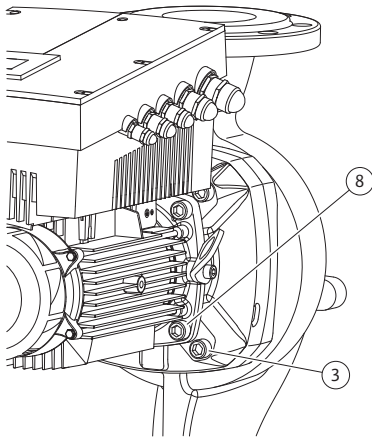

Fig. 49: Опциональное крепление съемного блока
11. Отвернуть и извлечь винты (Fig. 7, поз. 3). На некоторых типах насосов выворачиваются внешние винты (Fig. 49, поз. 3). Съемный блок (см. Fig. 13) после извлечения винтов остается в стабильном положении на корпусе насоса. Опасность опрокидывания, в том числе при горизонтальном расположении вала электродвигателя, не возникает.
16. В зависимости от типа насоса отвернуть винты (Fig. 7, поз. 10) или винты (Fig. 49, поз. 8).
22. Фонарь осторожно надеть на вал и установить в прежнем или другом требуемом угловом положении относительно фланца электродвигателя. Соблюдать допустимые варианты монтажных положений компонентов (см. главу 7.1 «Допустимые монтажные положения и изменение расположения элементов конструкции перед установкой» на странице 208). Фонарь закрепить на фланце электродвигателя при помощи винтов (Fig. 7, поз. 10) **или** — для типов насоса/промежуточного корпуса согласно (Fig. 49) — винтов (Fig. 49, поз. 8).